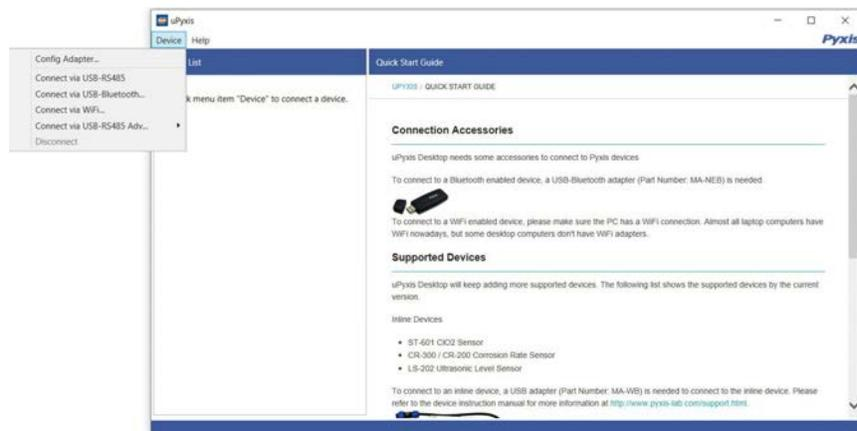

Figura 12.
3. No aplicativo **uPyxis®** para desktop, clique em **Device (Dispositivo)** → **Connect via USB-Bluetooth (Conectar via USB-Bluetooth)** (Figura 12).
4. Se a conexão for bem-sucedida, a série ST-772 e o Número de Série (SN) serão exibidos no painel esquerdo da janela do **uPyxis®**.